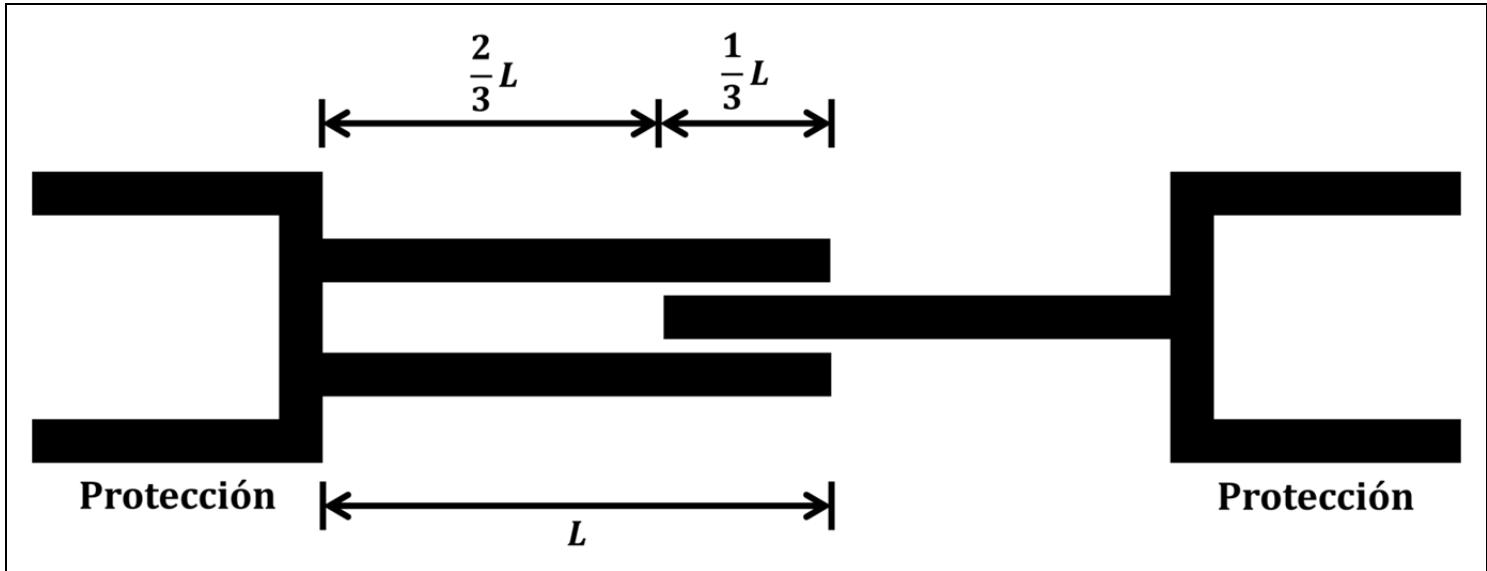

Figura 5. Superposición Mínima del Tubo Perfilado
3. Cuando se hace funcionar el eje de transmisión, es importante prestar atención a la longitud de superposición de los dos tubos perfilados. La longitud recomendada es de dos tercios de todo el tubo. La longitud mínima permitida para un funcionamiento seguro es de un tercio de todo el tubo. Para mayor aclaración, consulte la *Figura 4* y la *Figura 5* a continuación.